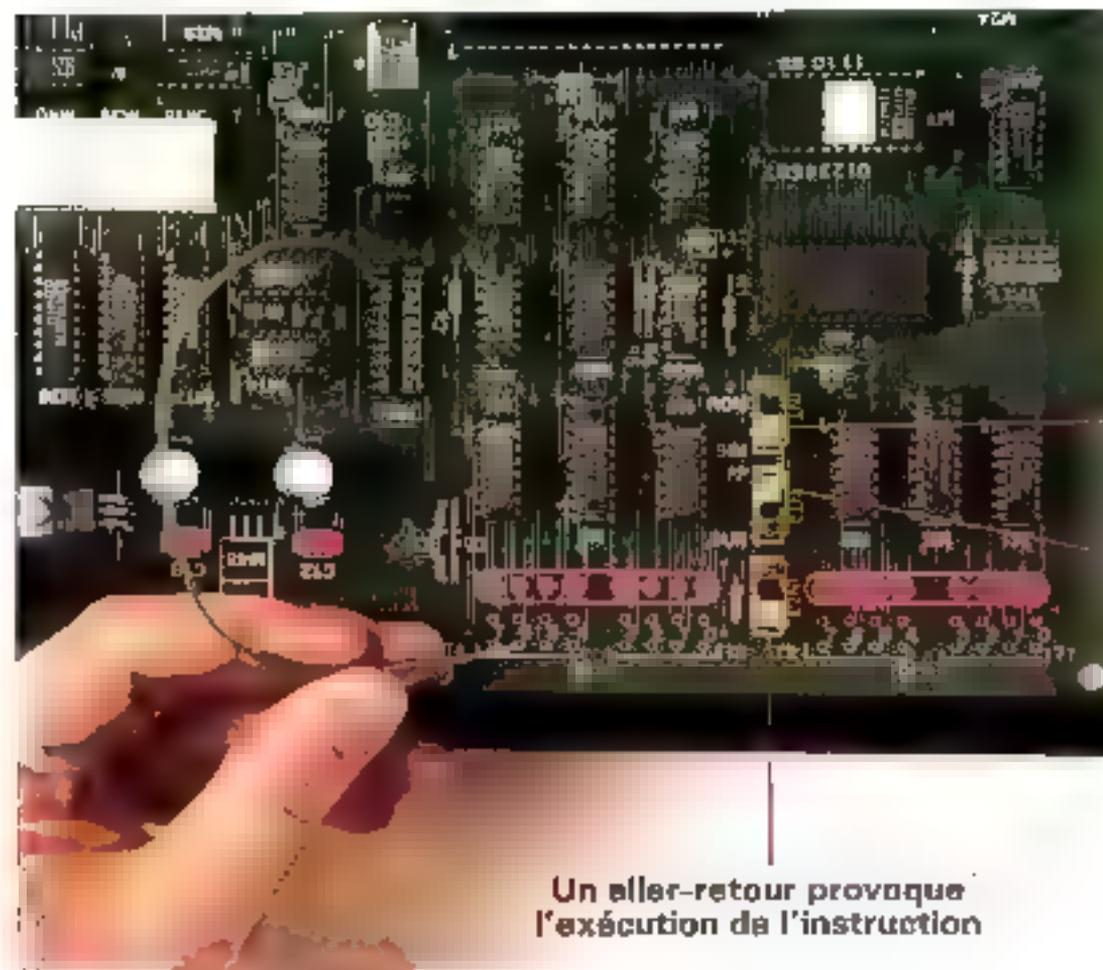

Fig. 1 - Exécution d'une instruction.
• Ecrire sur la mémoire à deux octets le code de l'instruction à exécuter, par exemple : 33 (sur OCT1) et F7H (OCT2) (fig. 1).